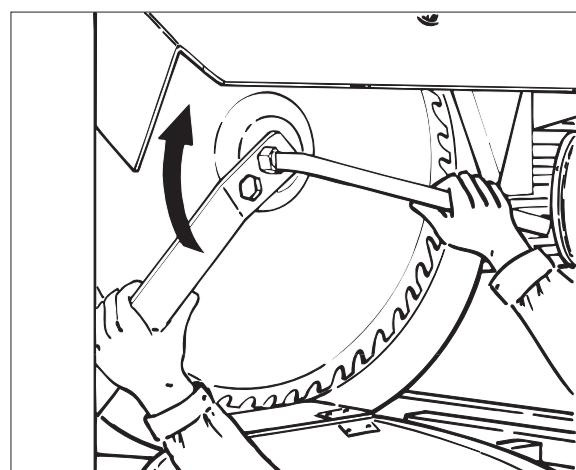

Fig. 23
- Bladboksens nedre deksel åpnes med egnert verktøy. Fjern sagbladet ved å løsne festemutteren ved hjelp av medfølgende verktøy Fig. 23. Festemutteren er venstre-gjenget og løsnes ved å skru „med klokka“. For å ha begge hender fri ved løsing av mutteren, kan kontranøkkelen settes fast på spalteknivens festebrakett. Påse at dekselet på bladboksen er påmontert og lukket etter at sagbladet er skiftet ut.